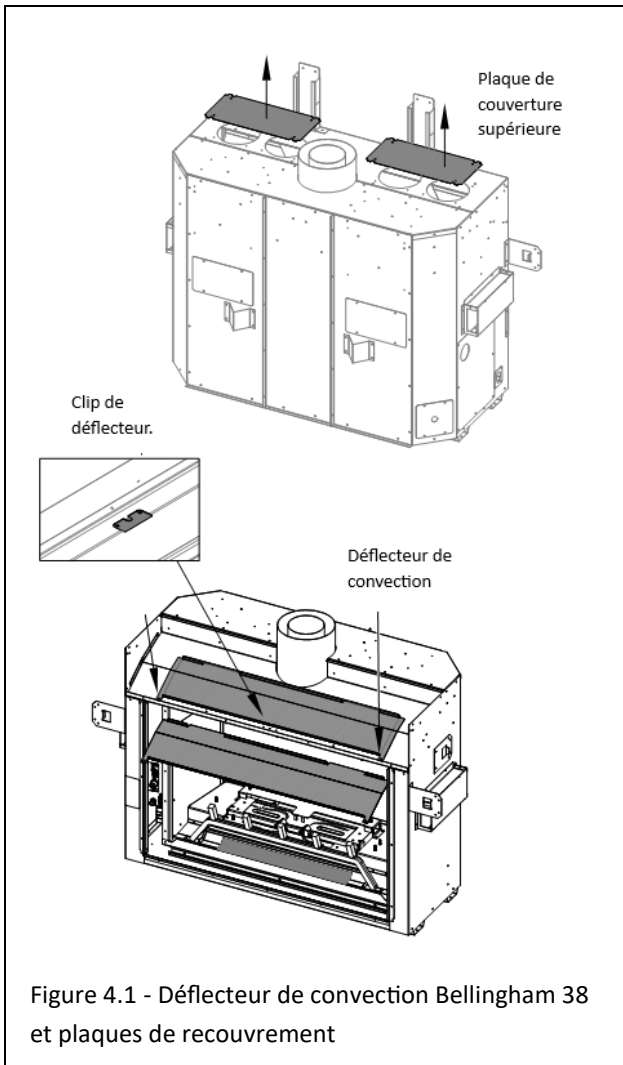

Figure 4.1 - Déflecteur de convection Bellingham 38 et plaques de recouvrement
1. Retirez le déflecteur de convection de l'appareil. Le déflecteur est fixé par (4) vis juste derrière le bord supérieur de l'ouverture du foyer. Il y a un petit clip de déflecteur au centre où vous retirez (2) vis, puis les (2) vis restantes impliqueront (1) vis de chaque côté du déflecteur de convection. Recyclez ce panneau car il n'est plus nécessaire. Voir Figure 4.1.
2. Retirez les (4) plaques de recouvrement situées sur le dessus de l'appareil (4 vis chacune).